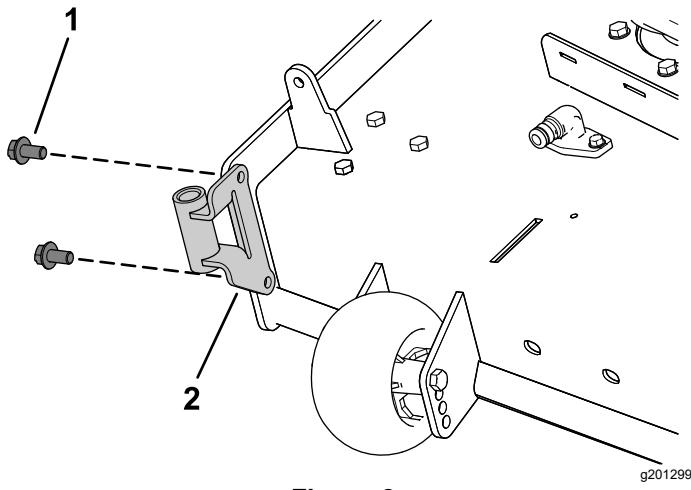

Figure 8
- Fixez le support de ventilateur sur le plateau de coupe à l'aide de 2 vis à embase à tête hexagonale ($\frac{3}{8}$ " x $\frac{3}{4}"), comme montré à la Figure 8.$